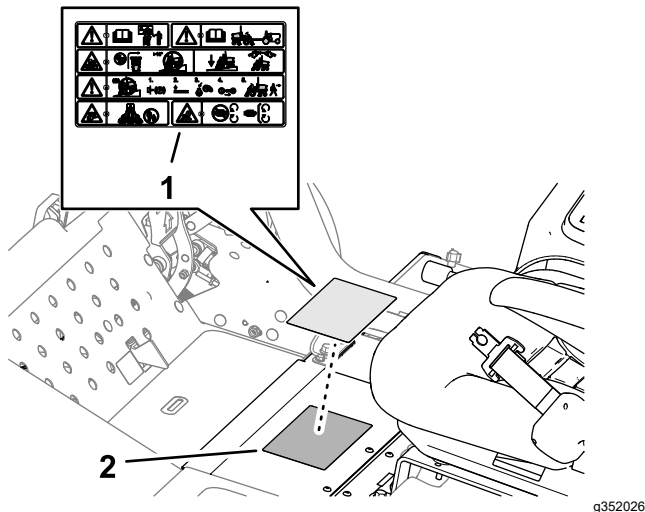

Figura 24
1. Pulite l'adesivo di avvertenza standard con alcol, e lasciate asciugare il telaio (Figura 24).
2. Rimuovete la parte posteriore e applicate l'adesivo di avvertenza CE (N° cat. 138-1186) sull'adesivo di avvertenza standard come illustrato nella Figura 24.